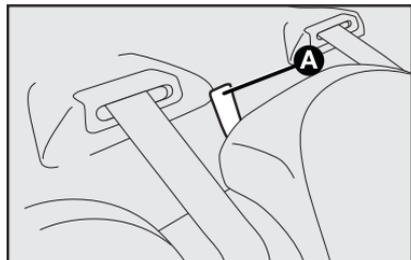

fig. 86
4) Desenganche el respaldo, tirando de la lengüeta **A-fig. 86**.
Para eso, tire de la lengüeta derecha o izquierda **A-fig. 86** e incline hacia adelante el cojín deseado hasta obtener una superficie de carga única.